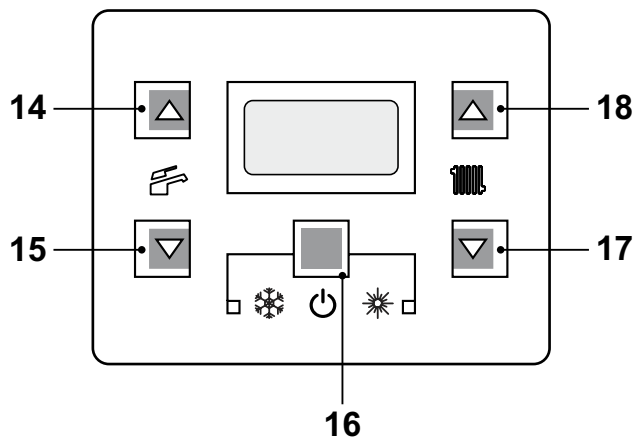
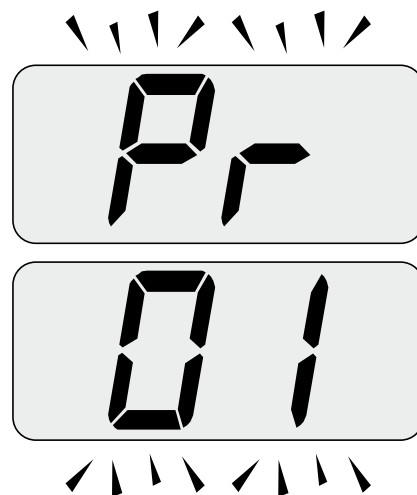
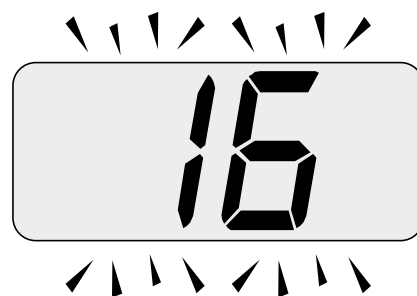

Figura 9.20
Figura 9.21
Figura 9.22
mendo contemporaneamente per 10 secondi i tasti 16 - 17 - 18 (Figura 9.20 ) fino a far apparire sul display LCD le lettere **Pr** che si alternano con il codice **01** indicanti l'entrata nel "parametro 01"(Figura 9.21 ).
- Premere contemporaneamente i tasti 16 e 18 (Figura 9.20 ) fino a far apparire sul display LCD il valore del parametro 01 (Figura 9.22 ) (16=KONDENS N 25 B o 17=KONDENS N 30 B).
- Premendo contemporaneamente i tasti 16 e 17 (Figura 9.20 ) si esce senza modificare il valore (ritorno alla lista parametri Figura 9.21 )
- Premendo contemporaneamente per 10 secondi i tasti 16 - 17 - 18 (Figura 9.20 ) si esce dalla "modalità programmazione".